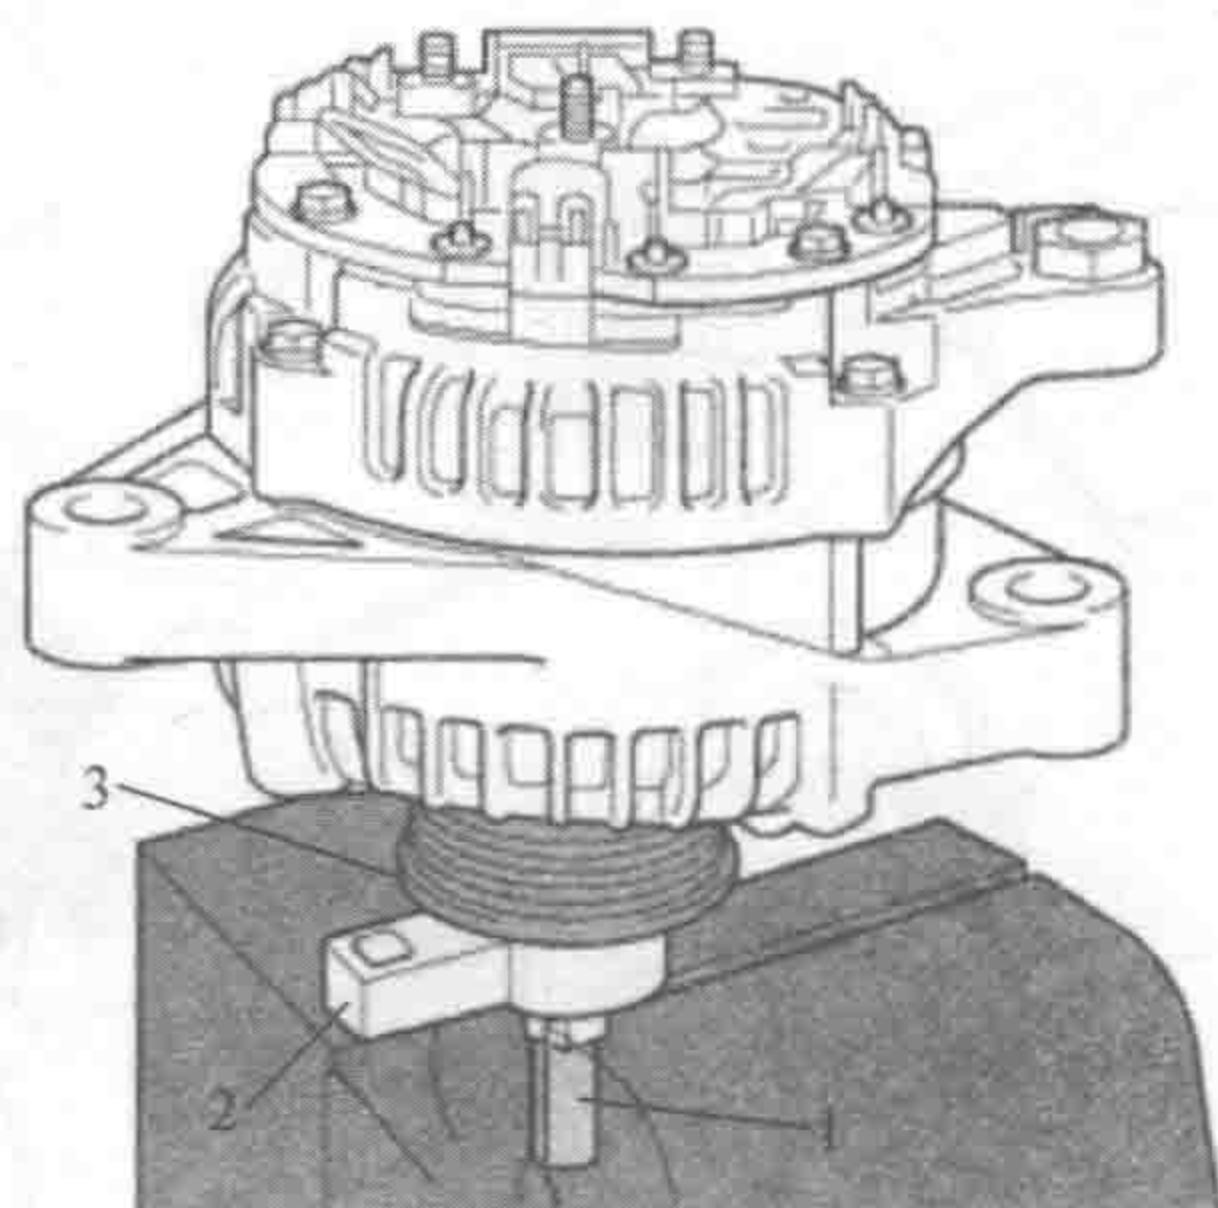

图 1-12 固定专用工具 SST (A)
如图 1-12 所示，在台虎钳上，使 SST (A) 的末端平面部分保持不动。